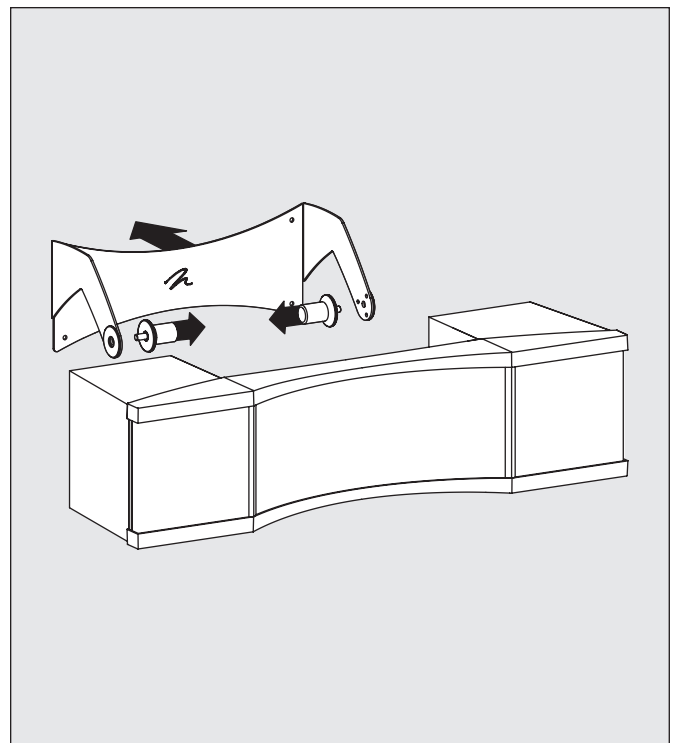

Figure 3. Enlevez le support de l'enceinte.
Pour obtenir un rendement optimal, le Stage X doit être incliné sur son support en direction de la position d'écoute principale et orienté vers les oreilles des auditeurs (voir figure 3). Après avoir placé le Stage X sur son emplacement final, desserrez les deux boutons qui se trouvent sur le bras du support, faites pivoter le Stage X en direction de la position d'écoute principale, puis resserrez les boutons.
Le montage réglable (support) vous permet de monter le Stage X sur un mur (voir figure 3 et la section « Montage du Stage X sur un mur »). Si la suspension du Stage X sur un mur constitue le meilleur positionnement pour votre système, le montage
Si le Stage X est positionné sur le sol, il pourrait être trop bas pour se fondre aux enceintes avant (voir figure 3). Si le positionnement du Stage X sur le sol constitue le meilleur positionnement pour votre système, le montage réglable (support) vous permettra d'incliner le Stage X en direction de la position d'écoute. Pour cette option, nous recommandons l'installation des pieds avec coussinet en caoutchouc.
- 3 Enlevez le support/support mural en dévissant complètement les deux gros boutons (fig. 3).